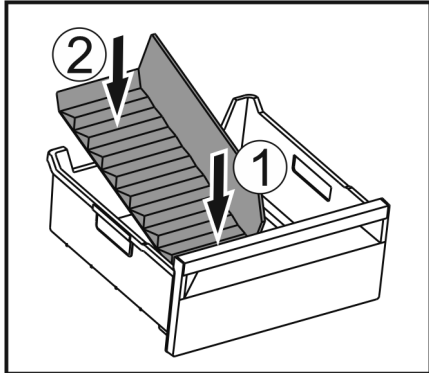

Fig. 167
- ▶ Вставити передню частину перегородки відділення для льоду. Fig. 167 (1)
- ▶ Опустити задню частину перегородки відділення до дна ящика для кубиків льоду. Fig. 167 (2)